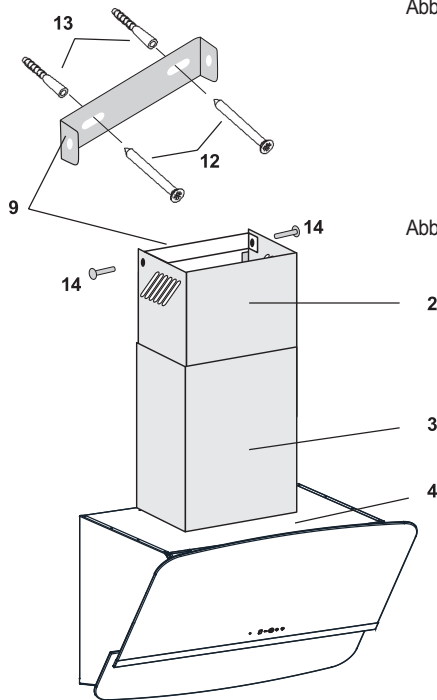

Abb. 16
Bei Umluftbetrieb: Den Teleskopschacht (2) so einsetzen, dass die Luftaustrittsschlitze oben sind. (Abb. 16).
Nun den Teleskopschacht (2) bis zur Raumdecke hochziehen und am Montageblech (9) mit 2 Schrauben 3,9x9,5 mm (14) befestigen (Abb. 16).